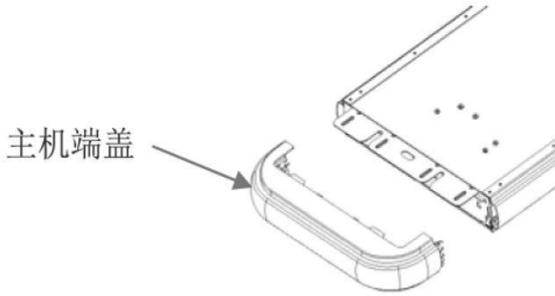
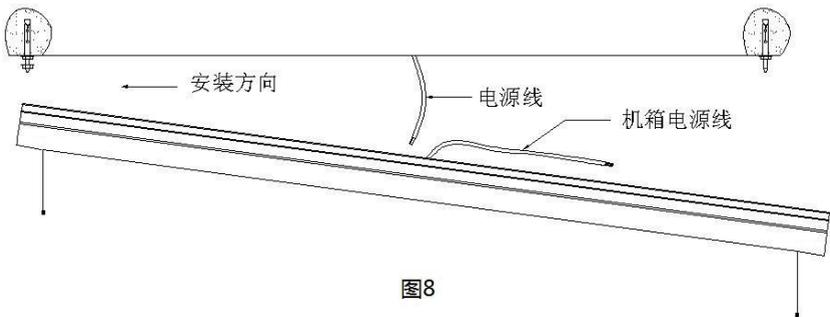

图 7
图 8
5、拆下两端的主机端盖，如图 7。然后小心托起主机，将主机一端插在两个膨胀螺丝的垫片上，接着托起另一端把垫片及螺母装上锁紧，然后，再把第一端的螺母拧紧，如图 8。